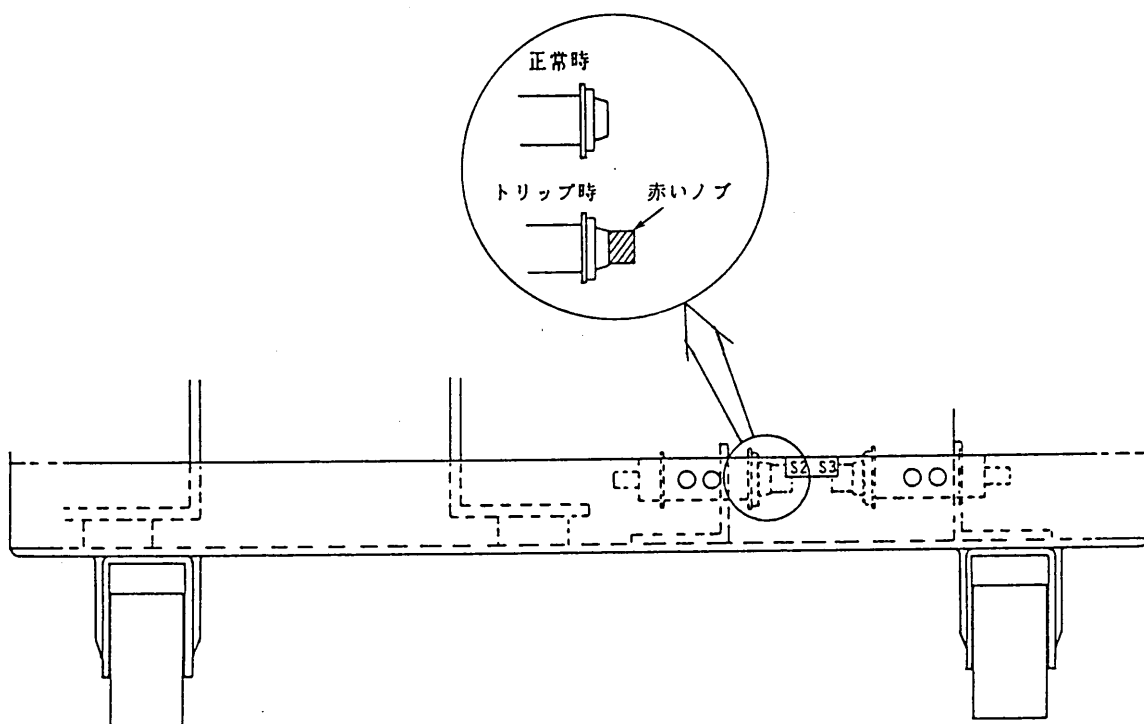

図 3-3-6
- OUTPUT [アウトレット]③ 1個あたりから 10A 以上の出力電流を流した場合、本体内部のサーキットプロテクタが遮断することがありますのでご注意ください。この場合は、一旦 POWER スイッチ②をオフにしてから次の 1) ～ 4) のように再度オンしてください。
- 1) 前面の吸気口④(エアフィルタ部)をはずしてください。方法は、3-3-4 の(1)項(3-42ページ)を参照してください。
- 2) シャッシ下部にサーキットプロテクタ(近くに S 2, S 3 と表示されています。)が取り付けられており、トリップ(遮断)時に赤いノブが飛び出しています。このノブを押すことによりリセット(復帰)させることができます。図 3-3-6 を参照してください。